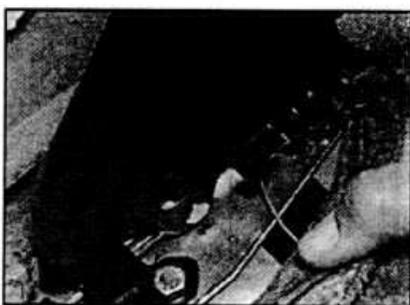

Рис. 12.12. Расположение выключателя контрольной лампы включения ручного тормоза.
- Отключите электрический разъем с выключателя контрольной лампы включения ручного тормоза, отвинтите 2 винта и снимите выключатель (см. рис. 12.12).